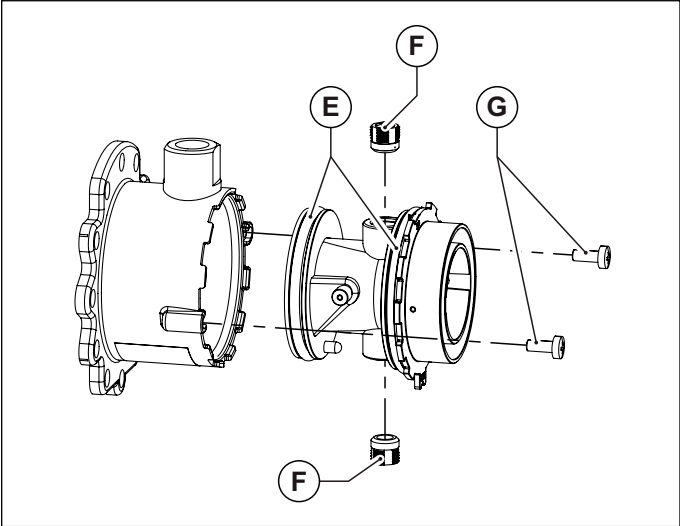
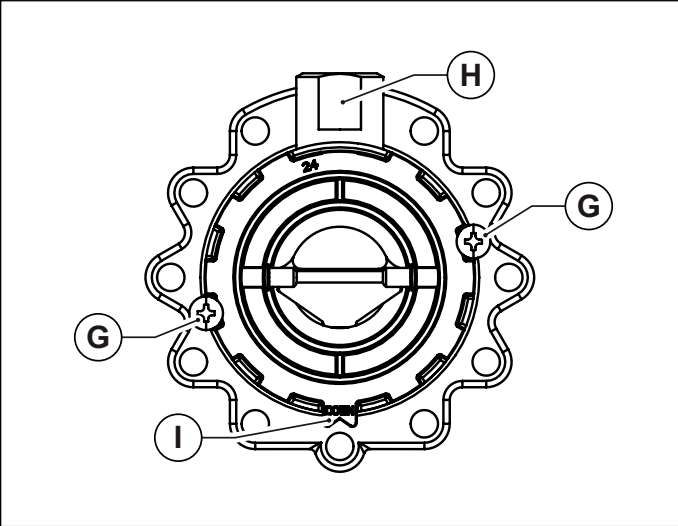

Fig. 32 Cuerpo de plástico del mezclador
Fig. 33 Orientación de montaje
- Extraer el cuerpo de plástico del mezclador, desatornillando los dos tornillos de fijación (ver Fig. 32 Cuerpo de plástico del mezclador).
- Desatornillar las dos boquillas del mezclador utilizando una llave Allen de 6 mm (ver Fig. 32 Cuerpo de plástico del mezclador).
- Volver a montar nuevamente el cuerpo de plástico (Venturi) introduciéndolo en el mezclador y atornillándolo con los tornillos de fijación, teniendo cuidado de no dañar las juntas tóricas que están montadas en los extremos del cuerpo de plástico (ver Fig. 32 Cuerpo de plástico del mezclador) y respetar la orientación del montaje (ver Fig. 33 Orientación de montaje).
- Montar el mixer ensamblado al ventilador con los tornillos Allen, teniendo cuidado de reposicionar la junta tórica de estanqueidad entre el mixer y el ventilador (ver Fig. 32 Cuerpo de plástico del mezclador).